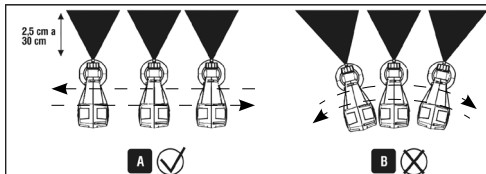

Fig. 6 – Distancia ideal para una buena pintura
- Pulverice la superficie a una distancia de 2,5 cm a 30 cm del objeto a ser pintado de acuerdo a la Fig. 6;